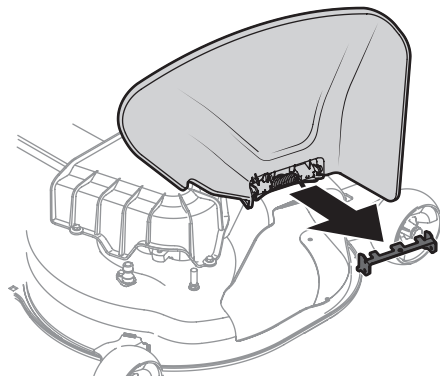

Figure 11
2. Soulevez le déflecteur de la goulotte d'éjection afin de pouvoir dégager et retirer le support d'arrêt. Abaissez le déflecteur de la goulotte d'éjection et jetez le support d'arrêt (Figure 11).